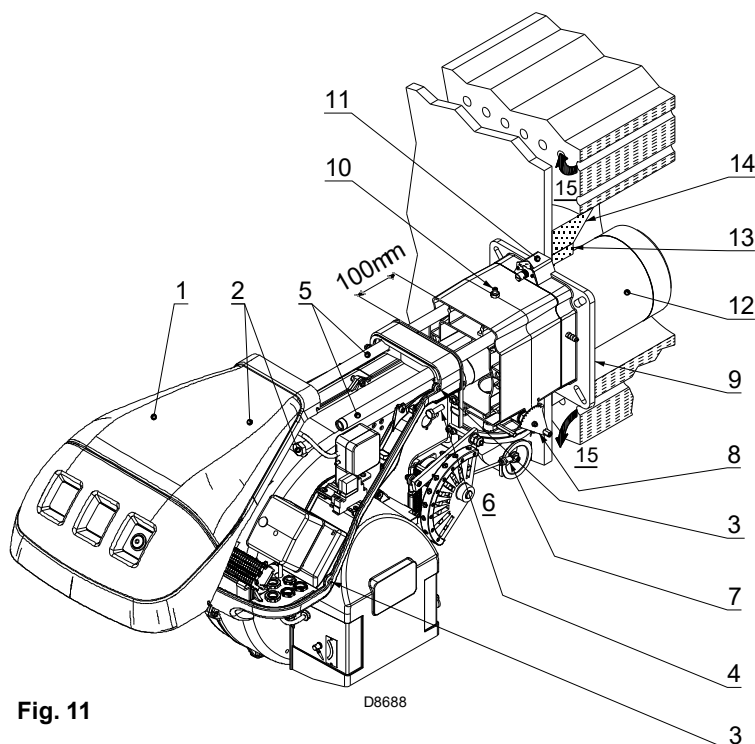

Fig. 11
Esta protecção deve permitir o deslocamento do tubo de fogo. Ver Fig. 11.
Separar portanto o cabeçal de combustão do resto do queimador, Fig.11.
Uma vez efetuada esta eventual operação, fixar a flange 11)(Fig.11) à placa da caldeira, intercalando a junta isolante 9)(Fig.11) fornecida.
- montar novamente o queimador nas guias 3) a cerca 100 mm da mangueira 4) - queimador na posição ilustrada na Fig. 11;